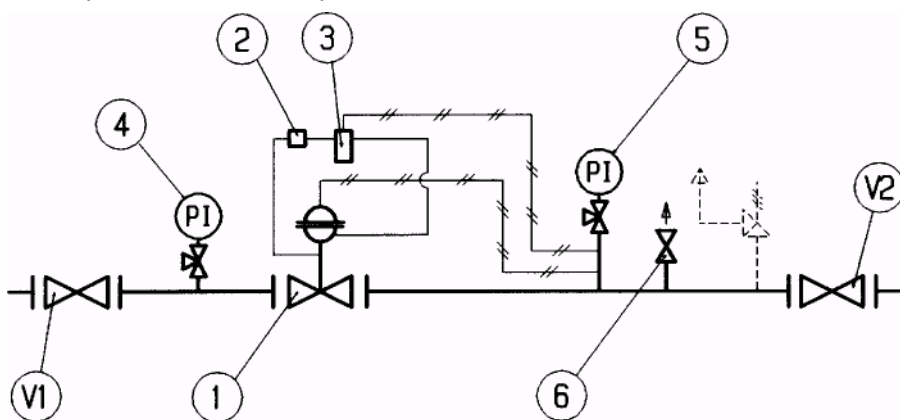

Рис. 15
5.3 ВВОД В ЭКСПЛУАТАЦИЮ РЕГУЛЯТОРА REVAL 182С ПИЛОТОМ P90+RR40 (РИС.15)